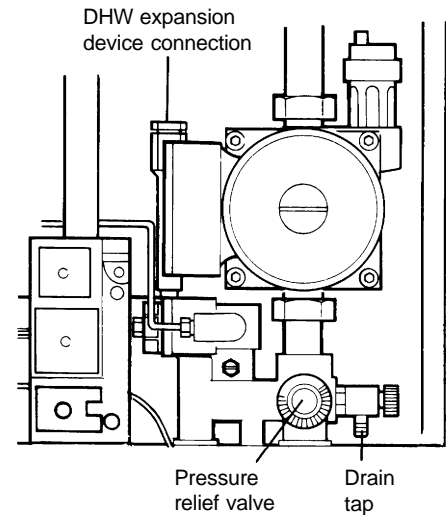

Fig. 35
8.35 PRESSURE RELIEF VALVE OR DHW INLET MANIFOLD - Fig. 35
8.36 DRAIN TAP - Fig. 35